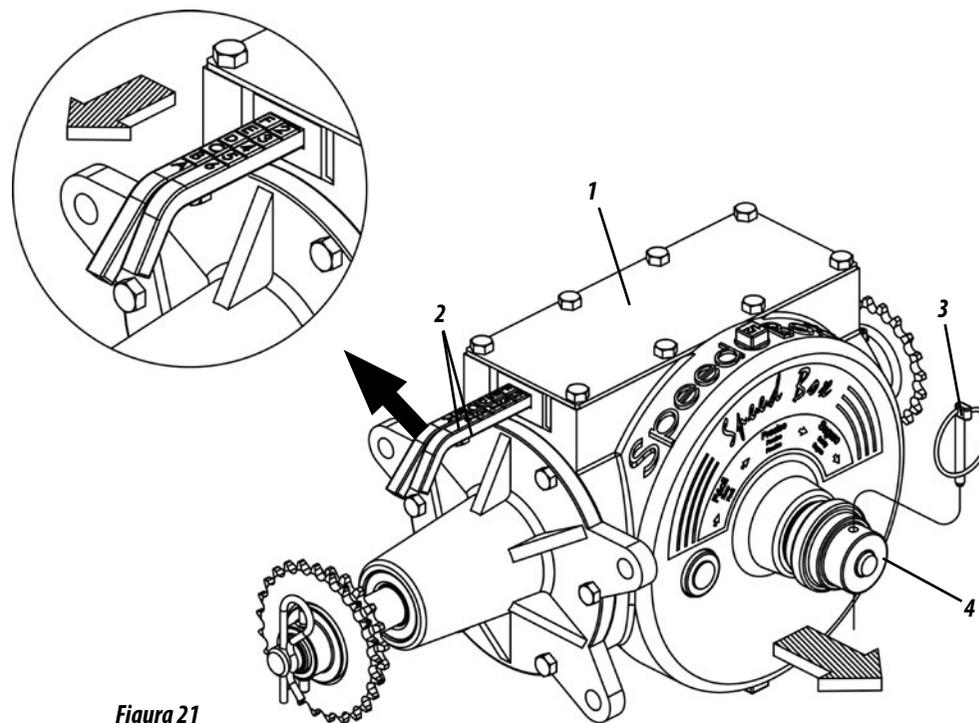

Figura 21
## SPEED BOX ( FIGURA 21 )
- 1- Selecione a quantidade desejada nas tabelas e verifique a combinação correspondente nas alavancas (2). **Exemplo:** Posição **F2** na tabela, indica que a alavanca com letras deve estar na posição "**F**" e a alavanca com números deve estar na posição "**2**", conforme mostra a figura 21.
- 2- Para movimentar as alavancas, retire a trava (3), puxe a manopla (4), em seguida, regule as alavancas conforme exemplo acima. Ao terminar a combinação, retorne a manopla (4) e recoloque a trava (3).